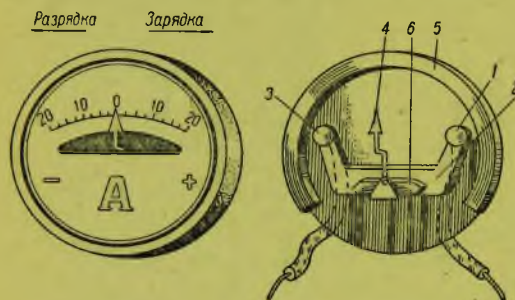

Рис. 159. Амперметр и его устройство
Амперметр — прибор, измеряющий силу тока. Устройство его несложно (рис. 159). Ток из аккумулятора, подходя к клемме (1), устремляется по проводнику (2) к клемме (3). При прохождении